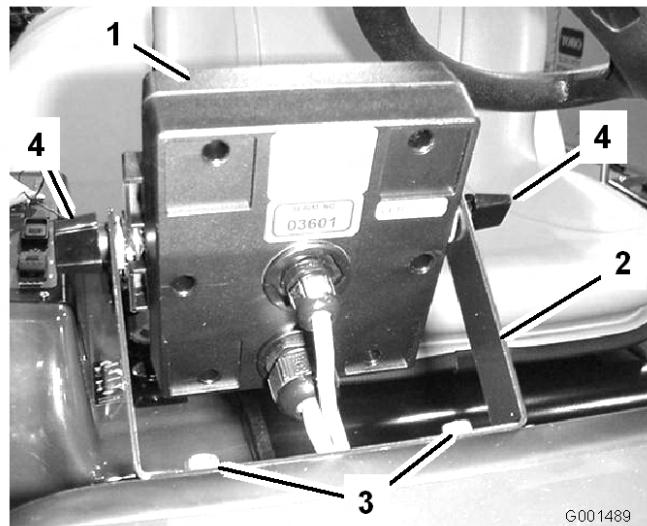
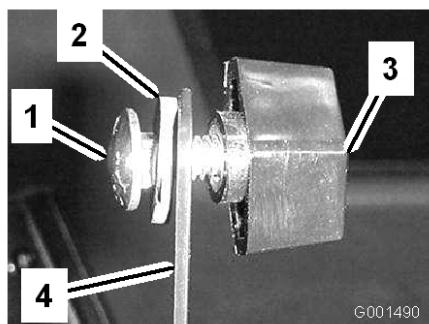

図 5
図 6
- モニタのブラケットをダッシュボードに取り付ける；フランジヘッド・ボルト（1/4 x 3/4 in）2本とフランジ・ナット（1/4 in）2本を使用する（図 5）。
3. キャリッジボルト、ゴム・ワッシャ、ノブ各2個を、図5および図6のように仮止めする。
6. ブラケットにスプレー・プロを取り付け(図5)、ノブで固定する。